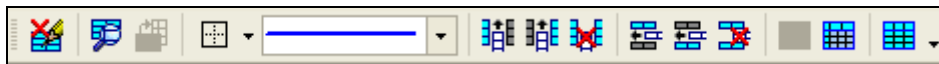

Рис. 24.12. Панель инструментов **Таблицы или границы**
- ♦ ЛК мыши установите флажок панели **Таблицы или границы**. Панель **Таблицы или границы** появится на экране (рис. 24.12). Кнопки этой панели точно такие же, как на вкладке **Таблица** Панели свойств;